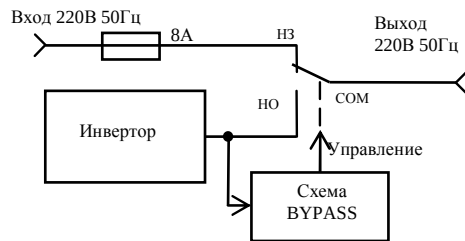

Рисунок 3. Основной источник - инвертор (ON LINE).
в зависимости от варианта исполнения (рис.3 и 4)
В изделиях с функцией БАЙПАС (см. рис.3) присутствует модуль **БАЙПАС** в одном из двух вариантов:
- **ON LINE** если основным источником является **инвертор**, то по его включению, питание на выход изделия будет поступать с инвертора (см. рис. 3).